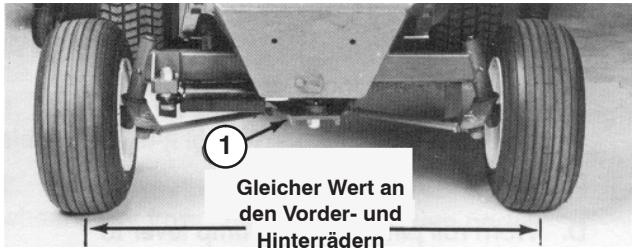

Bild 66
2. Lösen Sie die Klemmmuttern an beiden Zugstangen und stellen Sie die Stangen ein, bis der Mitte-zu-Mitte Abstand an den Vorder- und Hinterrädern gleich ist (Bild 66).